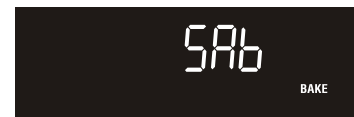

Fig. 1
6. Appuyez sur les touches **BAKE TIME** (temps de cuisson) et **DELAY START** (mise en marche différée) et maintenez-les enfoncées pendant au moins 3 secondes simultanément. Le tableau de commande émettra un bip et **SAb** s'affichera à sur le tableau de commande (fig. 1). Le four est correctement réglé pour le sabbat lorsque **SAb** s'affiche.